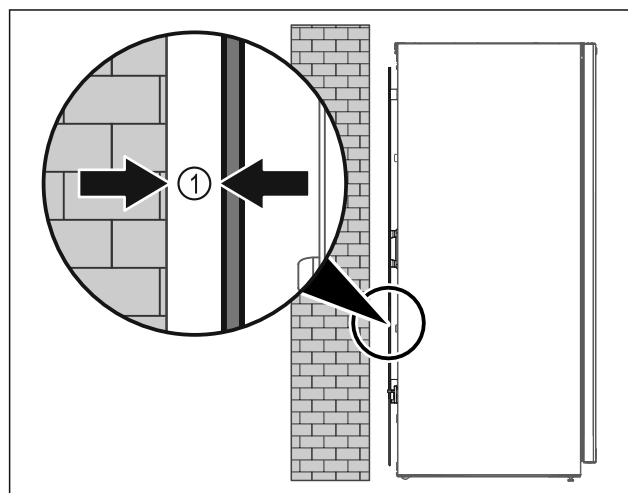

Fig. 4
- ▶ Opstil apparatet enten frit i rummet eller direkte på en væg med en mindstefaststand på 5 mm Fig. 4 (1).